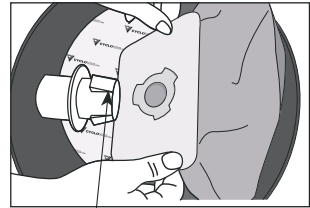

figura 17
3. Instale la nueva bolsa con cuidado de alinear las muescas de la bolsa con las puntas del adaptador (**figura 17**).